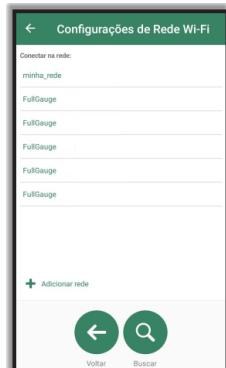

Figura 08
Passo 3: Na tela **Modo de Rede Wi-Fi** (Figura 08), é escolhido o modo de operação entre Wi-Fi Cliente ou Wi-Fi Access Point. Selecione a opção **Conectar em uma rede**.